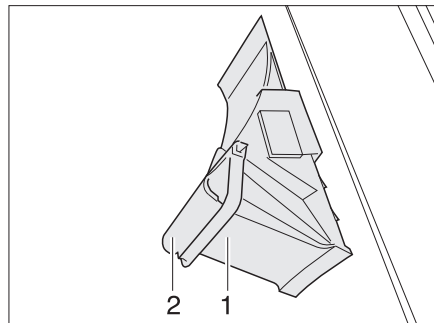

Bild 15 Unterlegkeil
- Den Haltebügel (Bild 15,2) nach unten schwenken.
- Den Unterlegkeil (Bild 15,1) aus der Halterung nehmen.